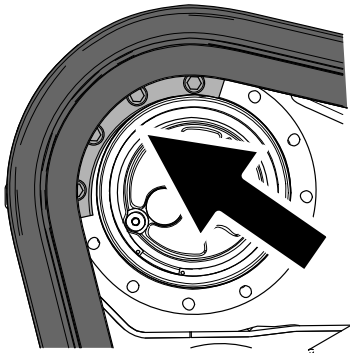

Figura 76
5. Mueva el control de tracción hacia adelante hasta que el segmento del piñón de arrastre se engrane en la oruga (Figura 76).
10. Aplique fijador de roscas a los pernos de otro de los segmentos del piñón de arrastre que retiró e instale el segmento del piñón (Figura 76). Apriete los pernos a 247–301 N·m (182–222 pies-libra).